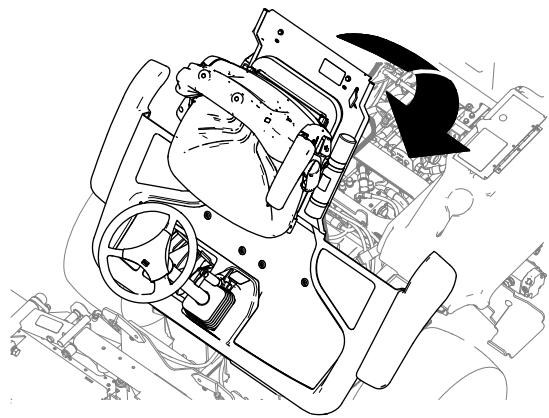

Bild 42
1. Senken Sie die Plattform vorsichtig ab (Bild 42).